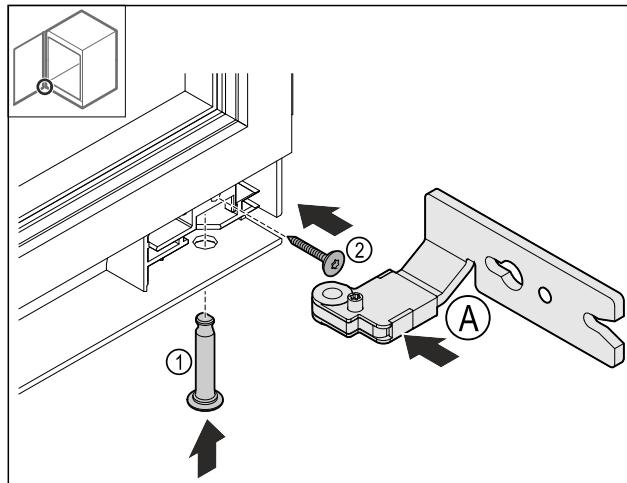

Fig. 23
- ▶ Vstavite spodnji Fig. 23 (A) tečaj.
- ▶ Vstavite sornik Fig. 23 (1) in ga pridržite.
- ▶ Zategnite Fig. 23 (2) vijak.